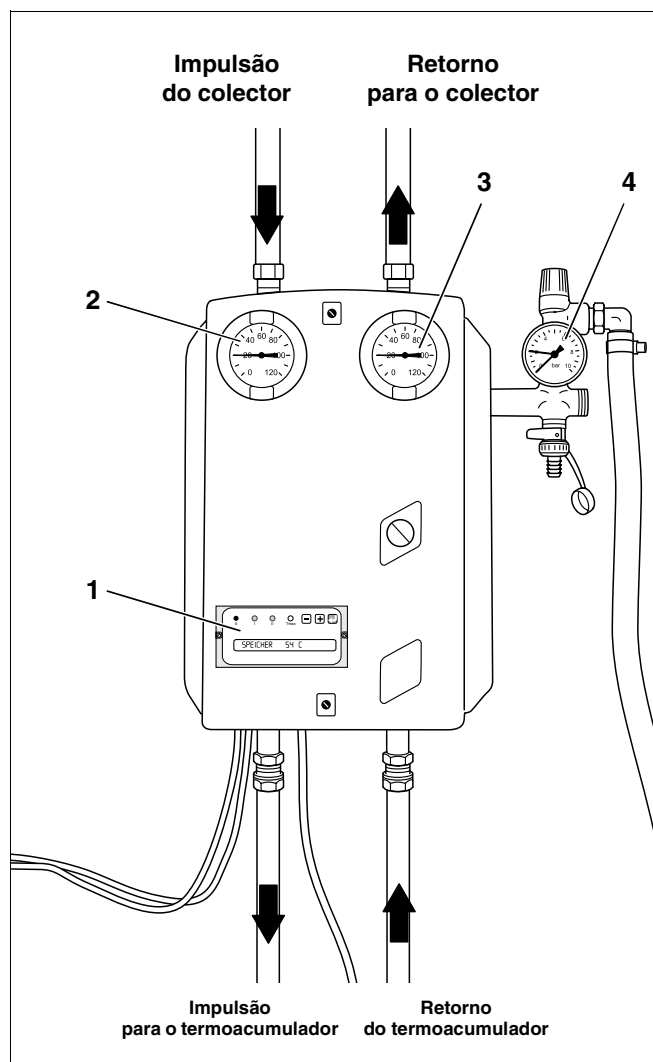

Fig. 2 Estação completa KS (aqui: KS 01.. R com aparelho de regulação integrado)
- Após uma falha de corrente ou ausência prolongada, controle a pressão do sistema através do manómetro (Fig. 2, **Item 4**) da estação completa (veja o Capítulo 5.3 "Controlar a pressão do sistema e, se necessário, solicitar novo ajuste", Página 13).
- Aparelho de regulação (Fig. 2, **Item 1**)
- Termómetro (Fig. 2, **Item 2 e 3**)
- Manómetro (Fig. 2, **Item 4**)